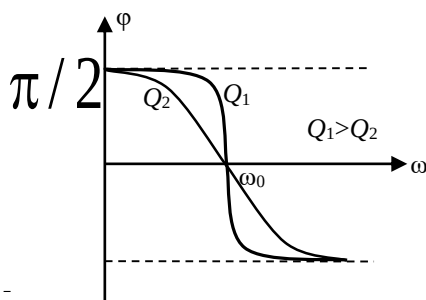

Рис. 9
На рис. 9 приведена фазо-частотная характеристика параллельного контура. Она строится согласно уравнению $\operatorname{tg} \phi = BG$ (см. соотношение (11)). При $\omega < \omega_0$ сопротивление контура имеет индуктивный характер, при $\omega > \omega_0$ - емкостной.